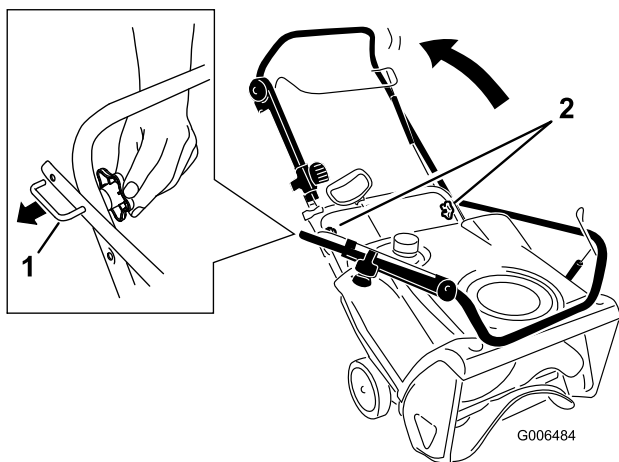

Bild 4
1. Lösen Sie die Handräder, ziehen Sie die U-förmigen Griffsperrn heraus, bis Sie den Griff ungehindert bewegen können. Drehen Sie den Griff dann in die Betriebsstellung (Bild 4).